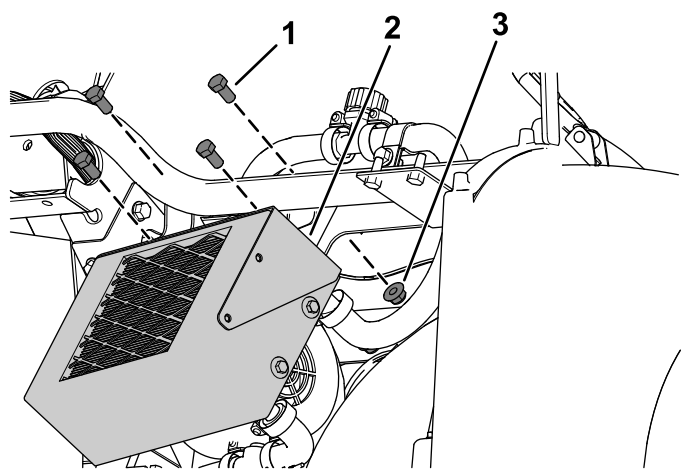

Bild 28
E. Befestigen Sie die Heizung mit vier Sechskantschrauben (3/8" x 3/4") und vier Bundmutter (3/8") an der Heizungshalterung, wie in Bild 28 dargestellt.